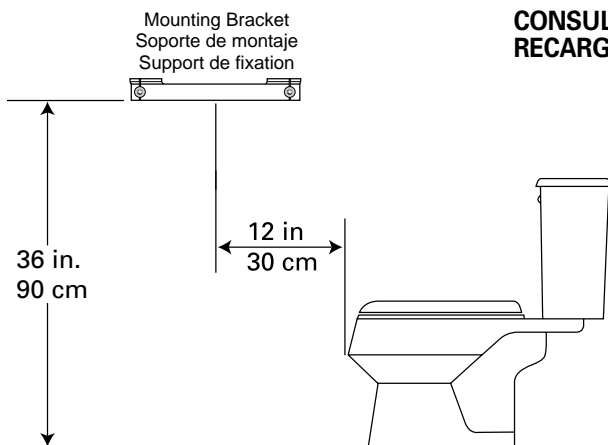

FIGURA 1
1. Busque el soporte de montaje y los tornillos en el juego de accesorios provisto. Con ayuda de un nivel, coloque el soporte a una altura aproximada de 36 pulgadas del piso y una distancia de 12 pulgadas del borde frontal del retrete al centro del soporte y úselo como plantilla para marcar las perforaciones para los tornillos. Atornille el soporte a la pared usando las marcas como guía **(Figura 1)**.